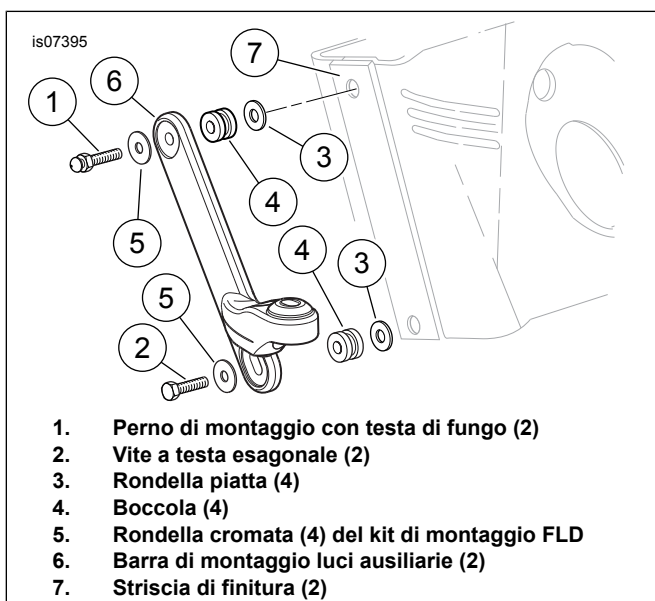

Figura 1. Installazione della staffa luci ausiliarie (FLSTF)
4. Vedere Figura 1. Installare una rondella cromata del kit FLD (5) sulla filettatura del perno a fungo (1), quindi inserire la filettatura attraverso il foro superiore della barra di montaggio della luce (6).